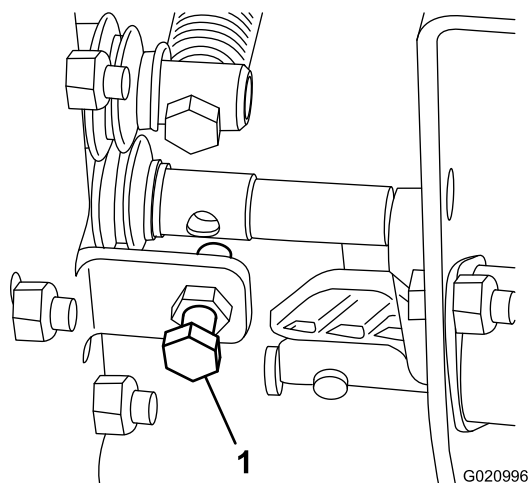

Рисунок 17
- Если скорость подъема машины слишком мала или слишком велика, отрегулируйте болт, показанный на Рисунок 17.